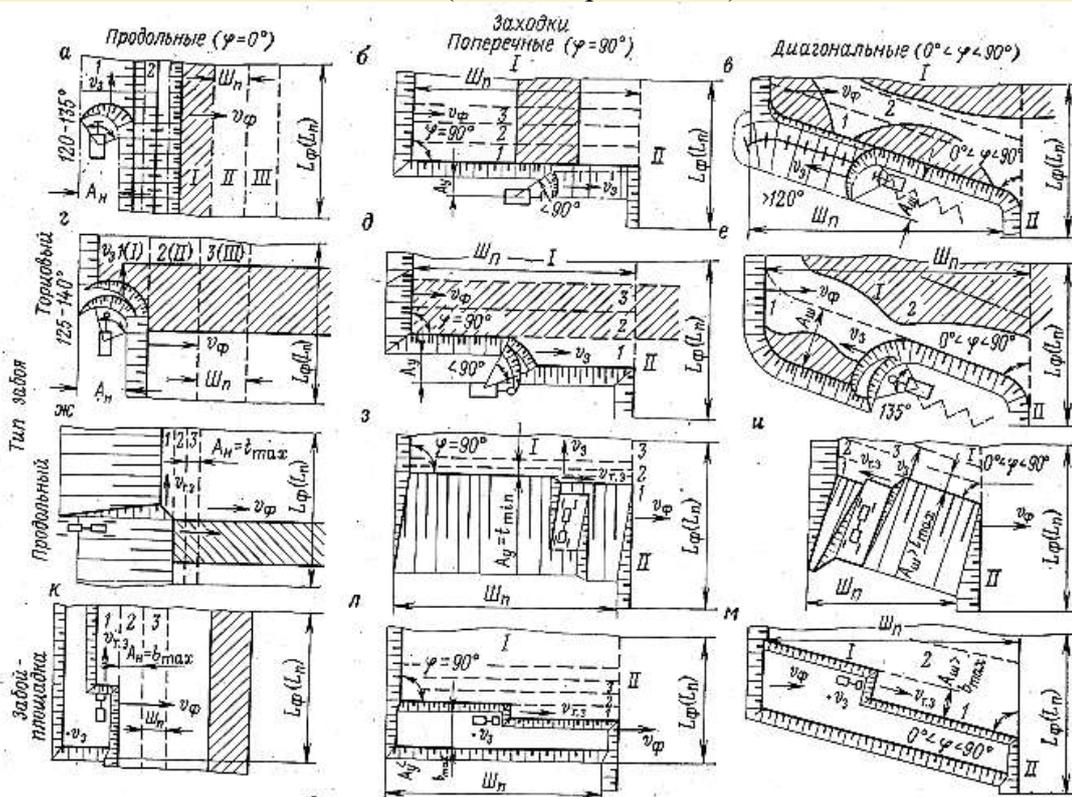

Рис. 3.13. Схемы блоков панели и заходок:
- продольными (вдоль фронта уступа, $\varphi = 0^\circ$, рис. 3.13, а, г, ж и к),
- поперечными (вкrest фронта уступа, $\varphi = 90^\circ$, рис. 3.13, б, д, з и л)
- диагональными ($0^\circ < \varphi < 90^\circ$, рис. 3.13, в, е, и и м).
Ширина заходки А при торцовом забое и забое-площадке соответствует ширине этих забоев. Различают нормальные, узкие и широкие заходки (см. рис. 3.13). При нормальных заходках выемка породы производится при движении машин по прямолинейной оси в пределах всей длины заходки при условии максимального использования линейных параметров машин. Узкие заходки отличаются от нормальных неполным использованием рабочих параметров выемочных машин. Широкие заходки характеризуются переменным направлением движения машин в плане (зигзагообразная ось).